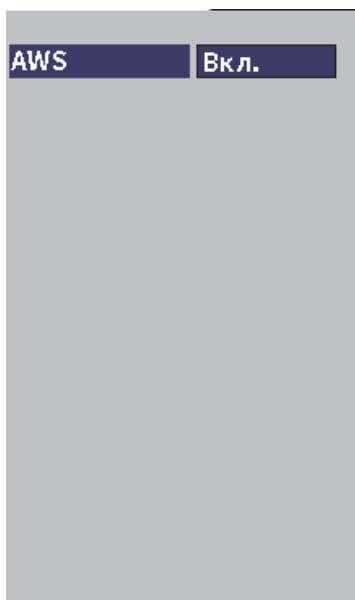

Рис. 11-24 Диалоговое окно AWS
2. Выберите значок **AWS** () , чтобы открыть диалоговое окно AWS (см. Рис. 11-24 на стр 209). Подробнее о диалоговых окнах см. в «Навигация по диалоговым окнам и страницам настройки» на стр. 40.